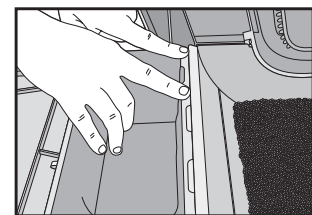

Fig. 1
- Instale un recipiente desechable para los desperdicios. Asegúrese que la tapa de los cinco guías (Fig. 1). No debe ser un recipiente desechable. Instale la cubierta de la tapa introduciendo las guías de presión.